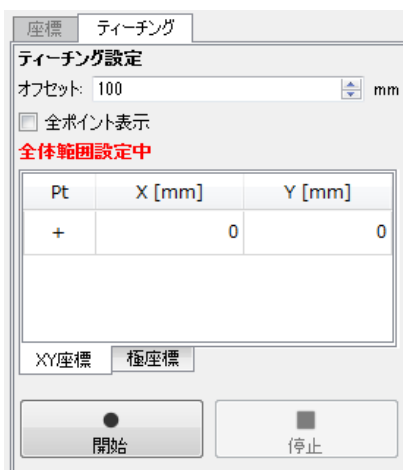

図7-45 ティーチング設定
- 希望する領域から背景までの距離をオフセットに設定して、[開始]ボタンをクリックしてください(図7-45)。(オフセットは、最大検出距離まで設定可能です。)